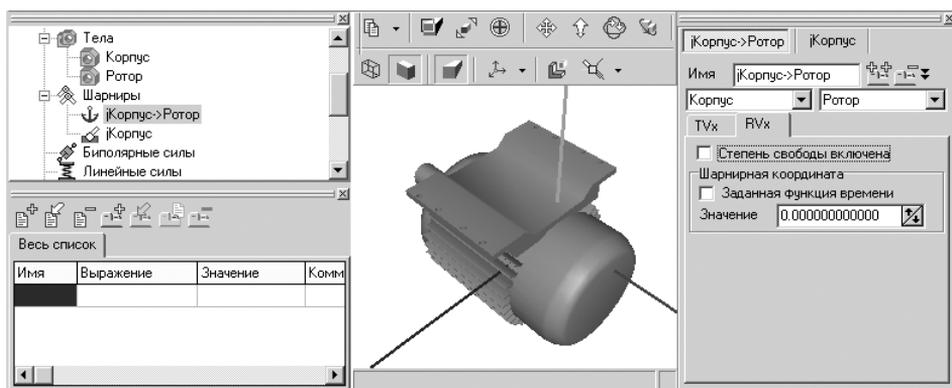

Рис. 2.92. Фрагмент главного окна системы **Универсальный механизм** с окном **Инспектор** после выключения флажка **Степень свободы включена** для шарнира **iКорпус->Ротор**
- щелкните в окне **Инспектор** на открытой закладке **RVx** по флажку **Степень свободы включена**, если флажок был включен, для блокировки степени свободы. Шарнир **jКорпус->Ротор** полностью заблокируется (зафиксируется), см. рис. 2.92.